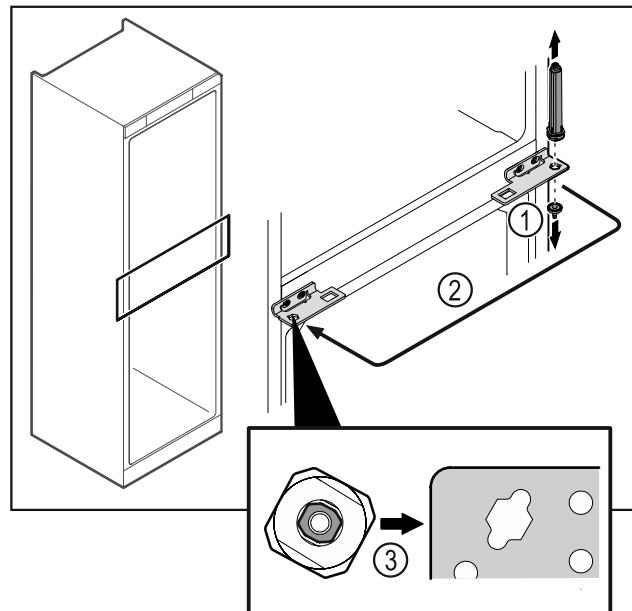

Fig. 48
- ▶ Развинете болта на пантата Fig. 48 (1).
- ▶ Преместете затварящата система на вратата Fig. 48 (2).
- ▶ При поставяне се уверете, че затварящата система на вратата е правилно подравнена Fig. 48 (3).